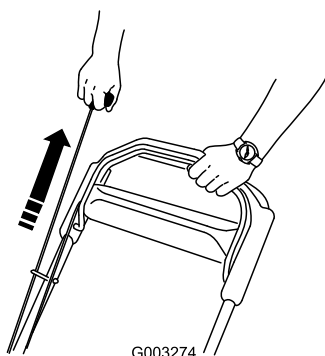

Figura 16
2. Tire del arrancador de retroceso (Figura 16).